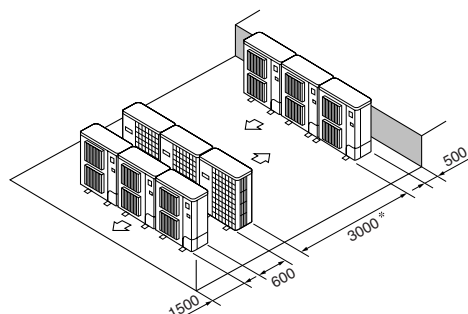

Fig. 2-13
- ⑥ Disposição de várias unidades em paralelo (Fig. 2-13)